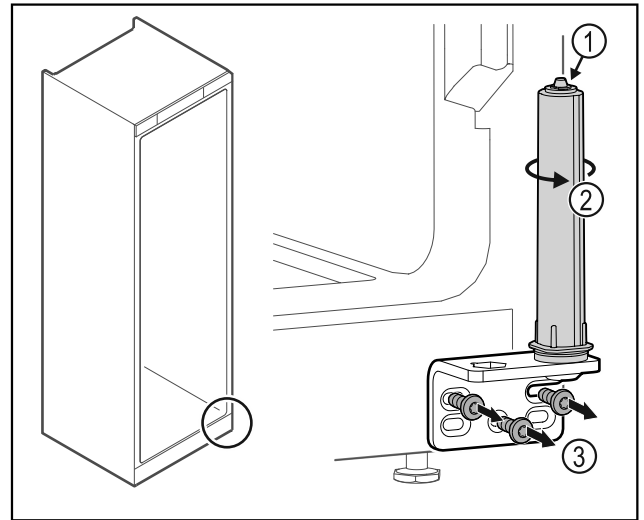

Fig. 30
- ▶ Deursluitsysteem niet uit elkaar halen Fig. 30 (1).
- ▶ Sluitsysteem Fig. 30 (2) draaien tot het klikt.
- ▶ Scharnierhoek Fig. 30 (3) losschroeven.